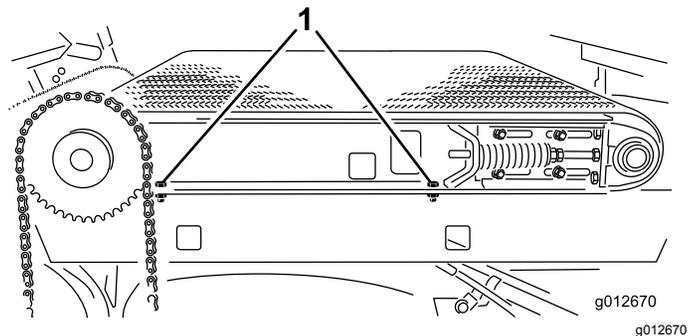

図 31
2. 装置右側で、スライダフレームレールを右側フェンダに固定しているキャップスクリュ2本を締め付ける 図 31。